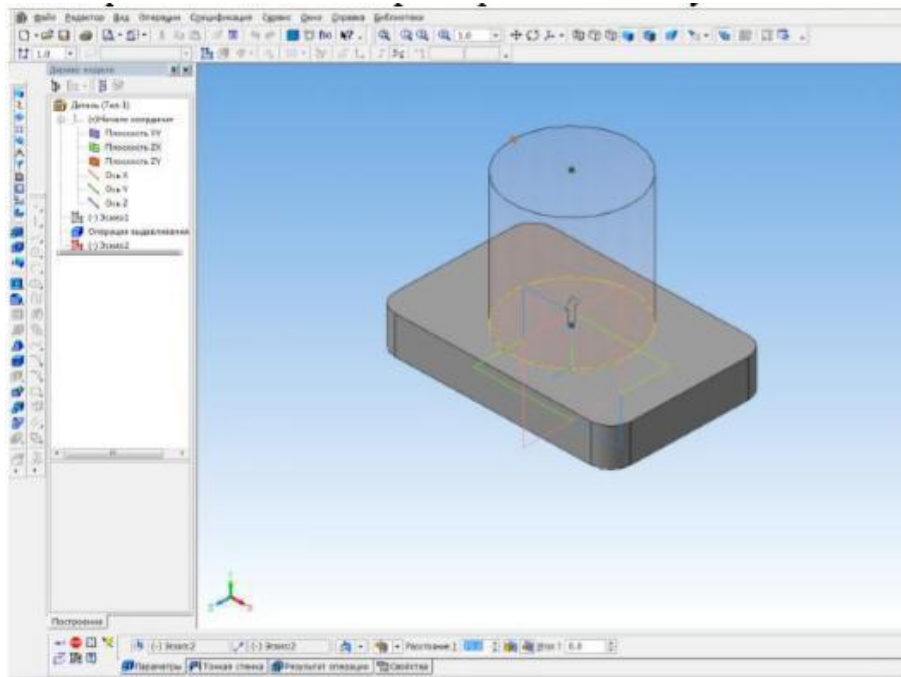

Рис. 6. Применение операции «выдавливания»
7. РЕДАКТИРОВАНИЕ ДЕТАЛИ – ОПЕРАЦИЯ ВЫДАВЛИВАНИЯ. На панели свойств задать расстояние – 70. Зафиксировать команду – **Создать объект** (рис. 6).